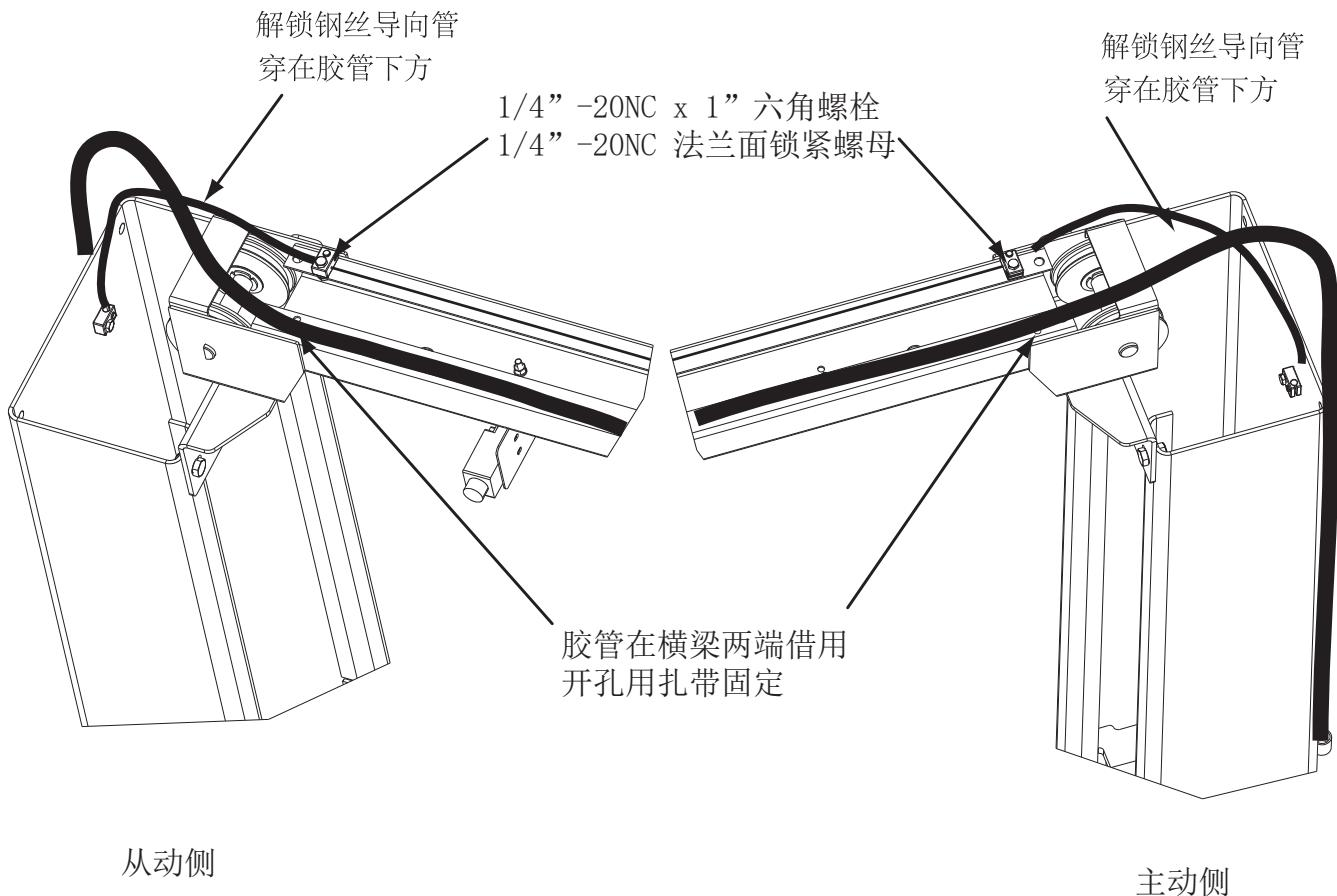

Fig. 13
- C) 将解锁钢丝绳端架如图所示安装到横梁上, Fig. 13。
- D) 将钢丝向上拉, 从导向管中穿过 Fig. 13。
IMPORTANT 用随机附带的扎带将导向管及胶管在立柱顶部固定好, 确保油缸伸出后不会干涉, Fig. 13。